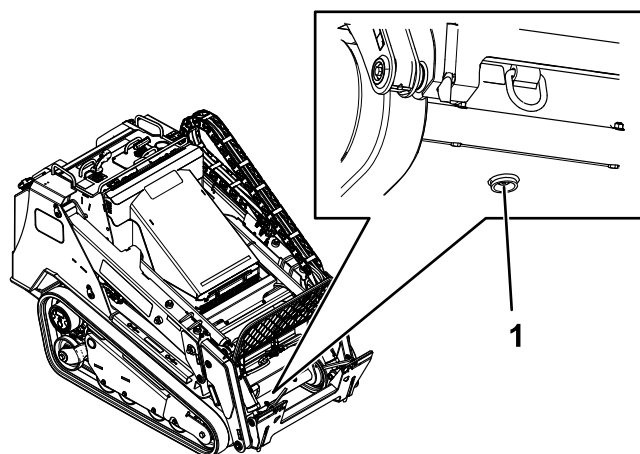

Figure 78
6. Placer un grand bac de vidange (d'au moins 57 litres [15 gallons US] de capacité) sous le bouchon de vidange à l'avant de la machine (Figure 78).
7. Retirez le bouchon de vidange pour permettre à l'huile de s'écouler dans le bac de vidange (Figure 78).